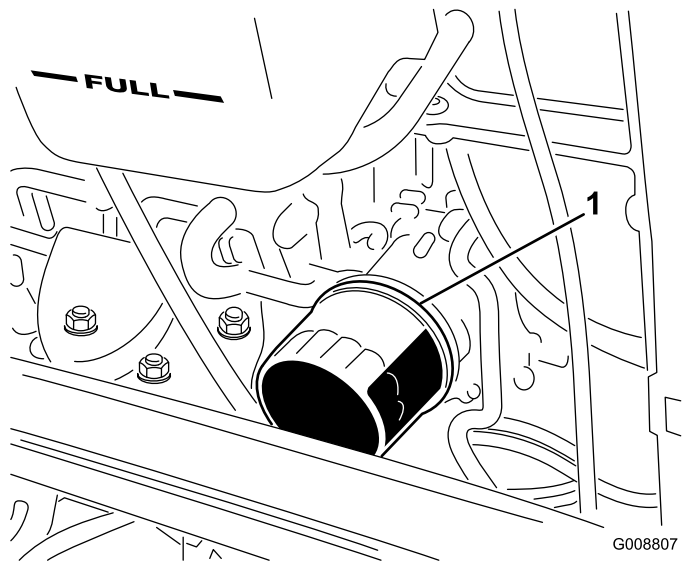

Figura 75
4. Retire el filtro de aceite (Figura 75).